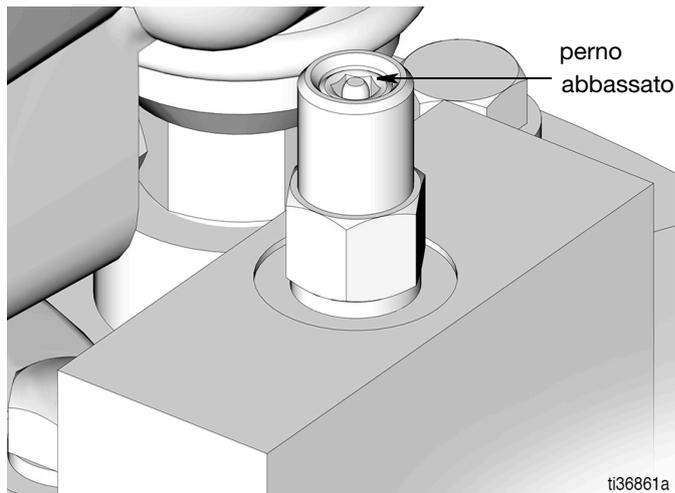

FIG. 19
2. Verificare che il perno del dispositivo di intercettazione del riempimento automatico (B) sia abbassato, per indicare che è ripristinato (FIG. 19).